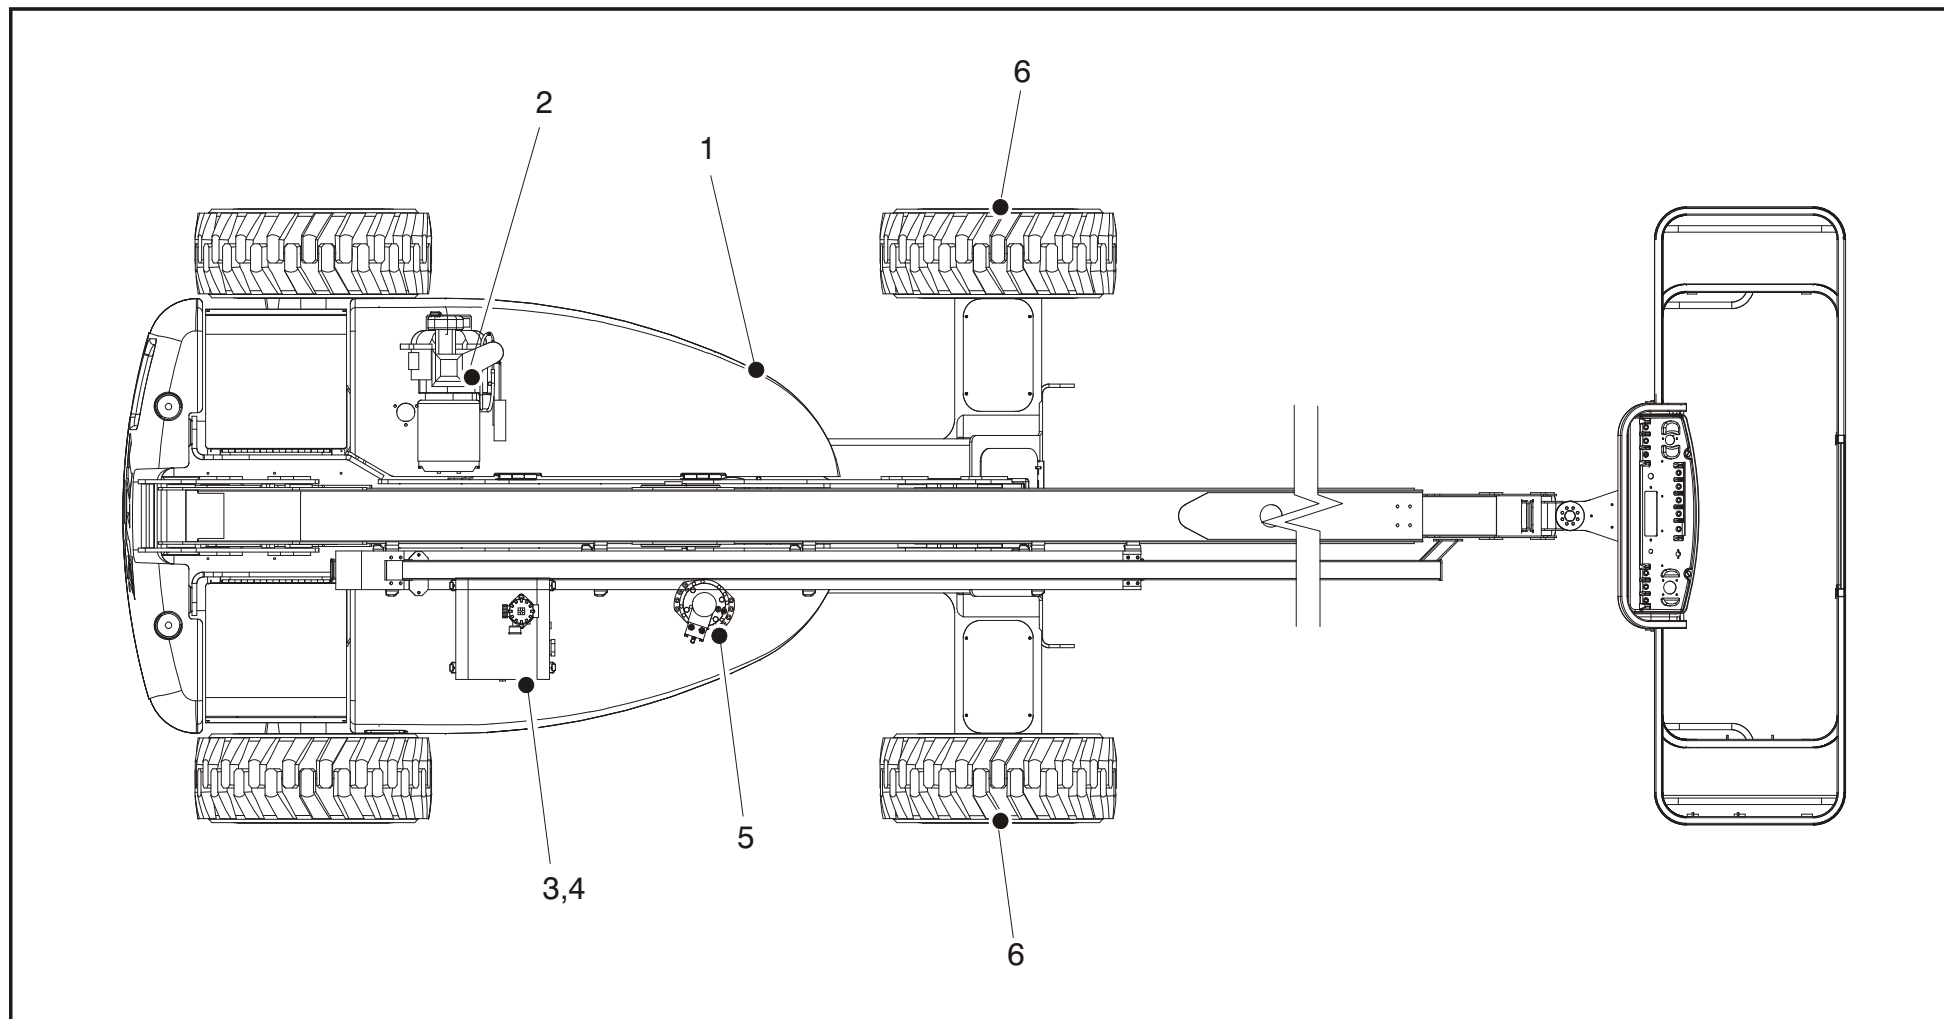

Figure 6-2. Schéma de lubrification et de maintenance pour l'opérateur
**NOTE :** Les numéros suivants correspondent à ceux de la Figure 6-2., Schéma de lubrification et de maintenance pour l'opérateur.